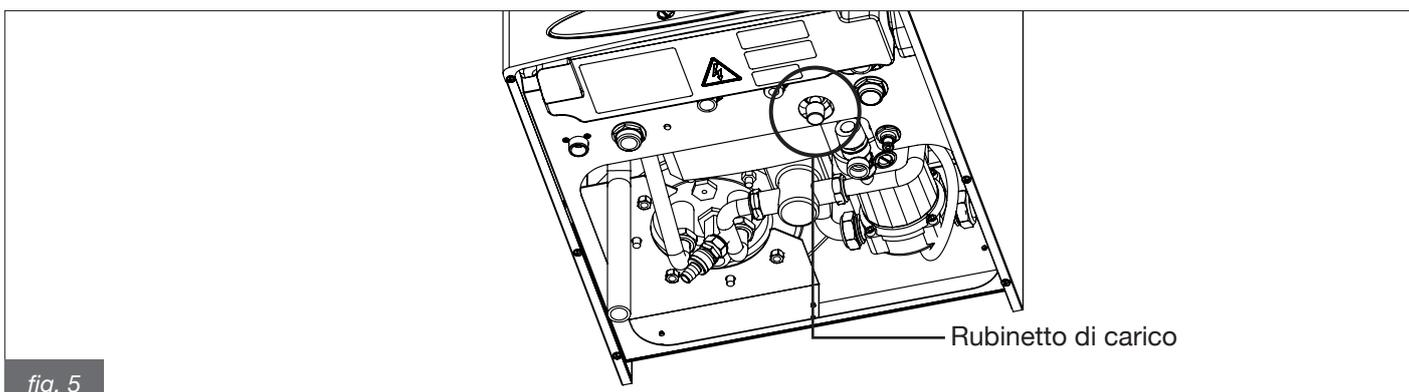

fig. 5
- ruotare la manopola del rubinetto di carico (fig. 5) in senso antiorario per permettere l'ingresso dell'acqua in caldaia;